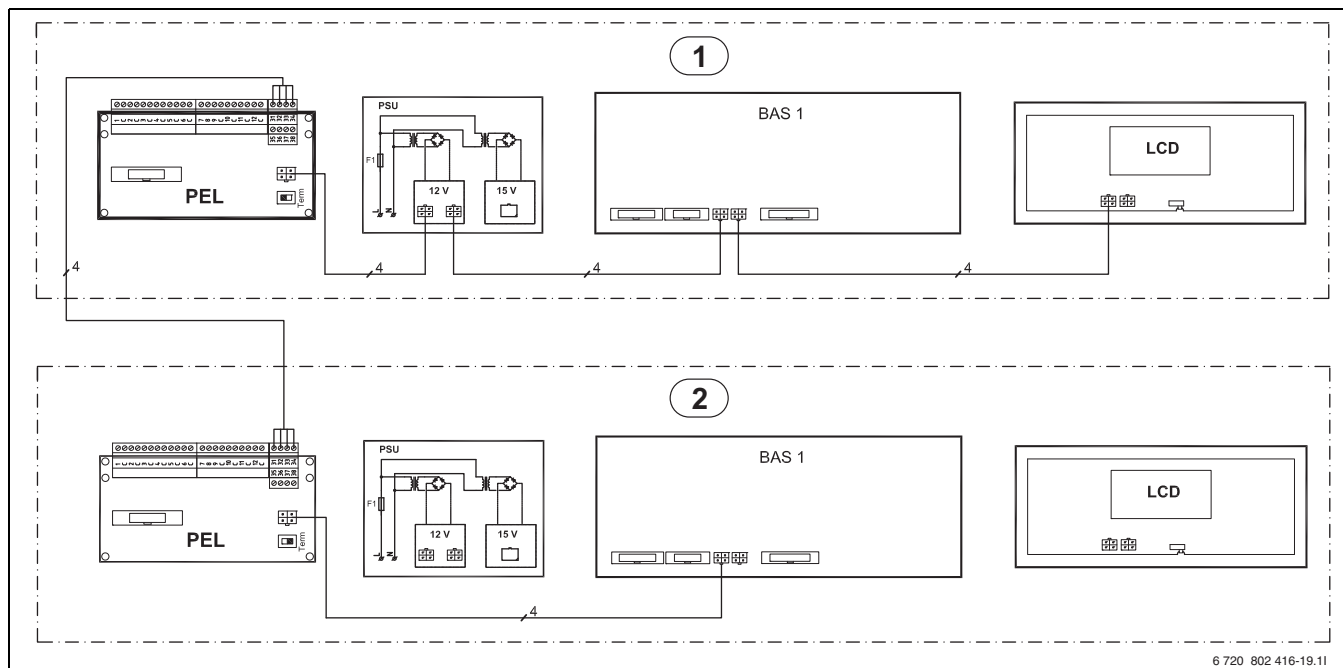

Bild 71 CANbus översikt med två värmepumpar 6-17kW
i PSU och LCD (→ bild 71) i värmepump 2 är anslutna från fabrik, dessa kopplas bort och används inte vid kaskadkoppling.
4. Koppla om CANbus med existerande CANbus-kablage i värmepump 2 (→ bild 71)